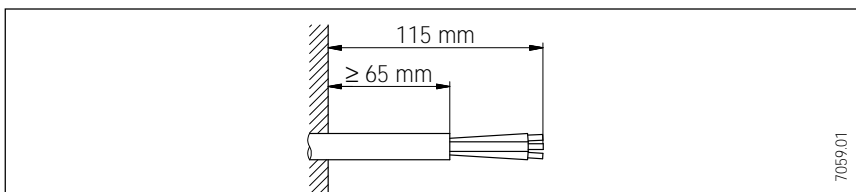

Abb. 15
- Bei Unterputzanschluß muß die Anschlußleitung mindestens 65 mm isoliert aus der Wand ragen (Abb. 15).